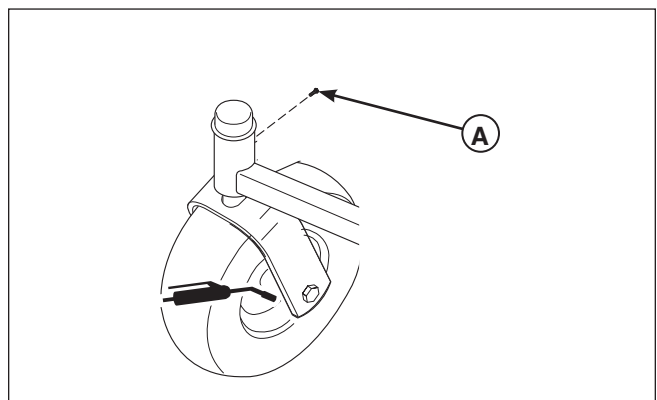

Figura 24. Rueda pivotante delantera
1. Quitar el perno 1/4-28 (A, Figura 24) que se atornilla en el echador delantero e instalar el caber de la lubricación 1/4-28.